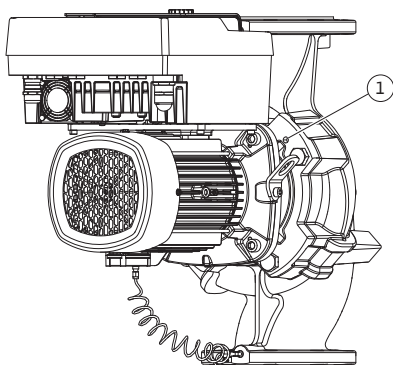

Fig. 11: Éjection du kit embrochable par les trous taraudés (DN 100 ... DN 125)
Pour le type de pompe des Fig. II et Fig. III (DN 100 ... DN 125), utiliser pour ce faire les deux trous taraudés (Fig. 11, pos. 1) . Utiliser les vis appropriées fournies par le client (p. ex. M10 x 25 mm).
5. Éjecter le kit embrochable (voir Fig. 4) du corps de pompe. Pour ce faire, utiliser les deux trous taraudés (voir Fig. 11). Pour desserrer le logement, visser des vis M10 de longueur adéquate dans les trous taraudés.
7. Desserrer les deux vis imperdables de la tôle de protection (Fig. II, pos. 27) et retirer la tôle de protection.
8. Engager une clé plate de surplat 27 mm dans le regard de la lanterne et maintenir l'arbre au niveau des surfaces de serrage (Fig. II, pos. 16). Dévisser l'écrou de blocage de roue (Fig. II, pos. 22). Retirer la roue (Fig. II, pos. 21) de l'arbre avec un dispositif de tirage.
9. Desserrer la tôle de support du capteur de pression différentielle (Fig. I, pos. 13) de la bride du moteur en desserrant la vis (Fig. II, pos. 10). Laisser le capteur de pression différentielle (Fig. I, pos. 8) suspendu avec la tôle de support (Fig. I, pos. 13) au niveau des lignes de mesure de pression (Fig. I, pos. 7). Si besoin, débrancher le câble de raccordement du capteur de pression différentielle dans le module électronique.
10. Desserrer les vis (Fig. II, pos. 10 et pos. 10a).
11. Séparer la lanterne du centrage du moteur et la retirer de l'arbre à l'aide du dispositif de tirage à deux bras (dispositif de tirage universel). La garniture mécanique (Fig. I, pos. 25) est extraite en même temps. Éviter de mettre la lanterne en porte-à-faux.
12. Si la garniture mécanique est endommagée, extraire le grain fixe (Fig. I, pos. 26) de la garniture mécanique du logement de la lanterne. Mettre en place un nouveau grain fixe dans la lanterne.